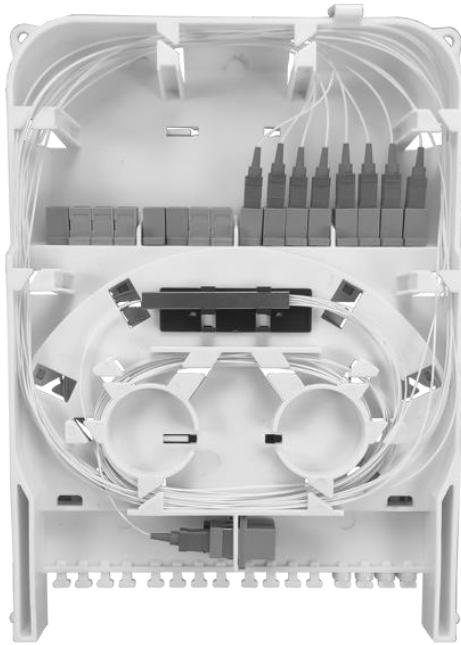

Рис. 6
5.4 Подключите коннекторы входа и выходов сплиттера в установленные адаптеры в соответствии со схемой коммутации, уложите запасы оптических шнуров сплиттера в кассету-планку (Рис. 6).